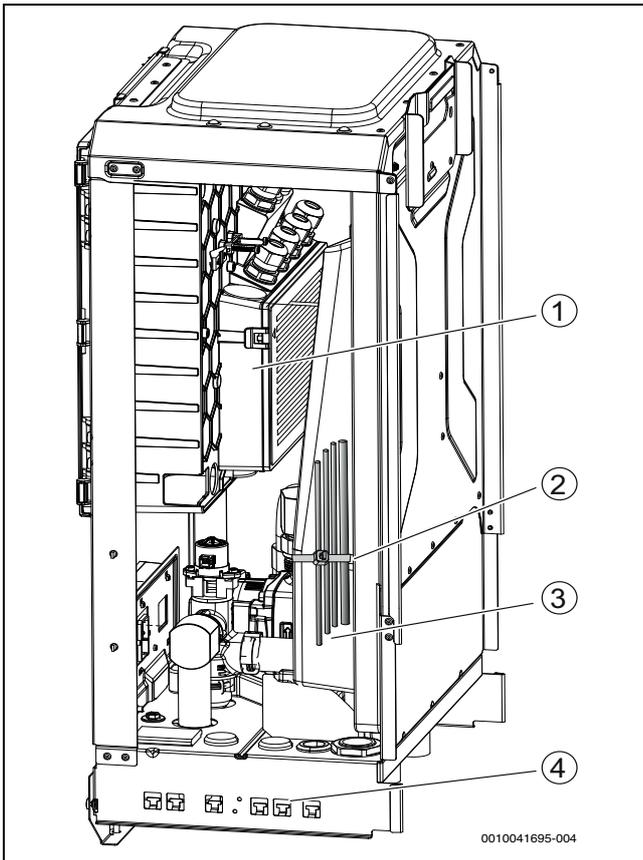

Bild 29 Kabelführung
- Anschlusskabel über die Kabeldurchführungen auf der Unterseite der Inneneinheit führen. Die richtige Reihenfolge der Kabel ist Abbildung 29 zu entnehmen.
- Kabel mit Kabelbindern an den Befestigungspunkten befestigen (→Abbildung 29 [3], Abbildung 29 [2], [4]). Darauf achten, die Kabel nicht über Kreuz zu verlegen.
- Kabel in der Inneneinheit verlegen und befestigen (→Abbildung 29).